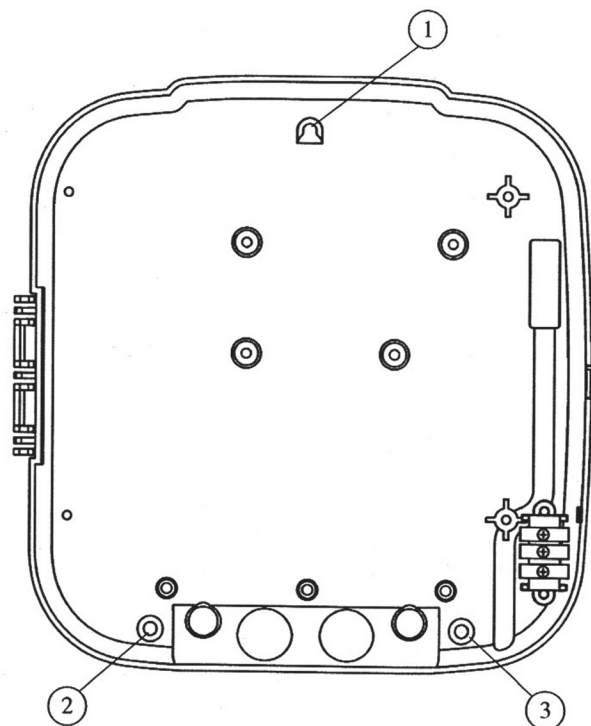

Fig.6 Întărirea panoului de comandă.
- Panoul de comandă se întărește (prinde) de perete cu 3 șuruburi. Vezi fig. 6